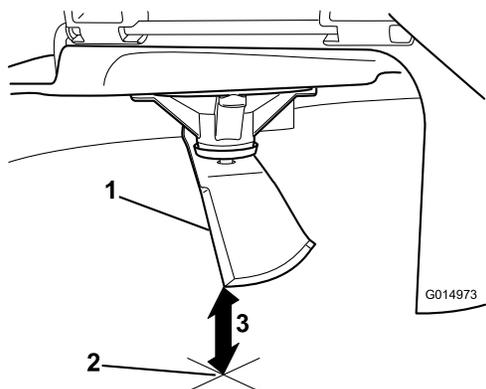

**Figura 63**
4. Rotiți aceeași lamă la 180 de grade, astfel încât marginea de tăiere opusă să se afle acum în aceeași poziție (Figura 63).